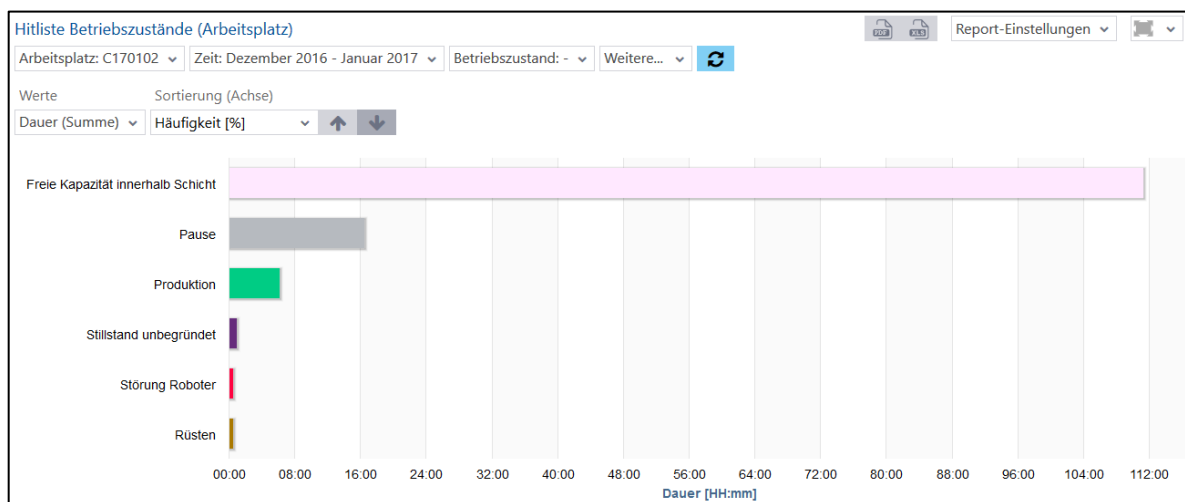

Bild 59: Hitliste Betriebszustände (Arbeitsplatz) als Balkendiagramm
- Hitliste Betriebszustände (Arbeitsplatz) als Balkendiagramm (Bild 59):